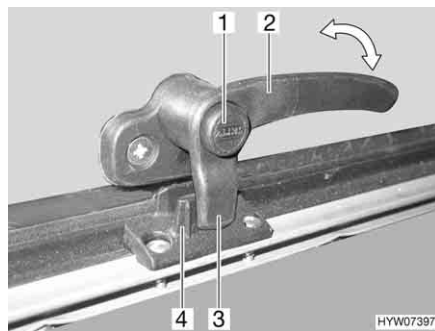
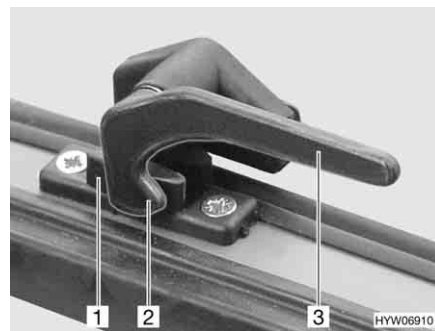

Bild 97 Låsarm med låsknapp i läget "stängd"
Bild 98 Låsarm i läget "stängd"
- Tryck på låsknappen (Bild 97, 1) om sådan finns och håll den nedtryckt.
- Sväng låsarmen (Bild 97,2 eller Bild 98,3) ett kvarts varv mot fönstrets mitt.
- Sväng låsarmen (Bild 97,2 eller Bild 98,3) ett kvarts varv mot fönsterkarmen. Låsspaken (Bild 97,3 eller Bild 98,2) på låsarmen sitter helt på fönsterlåsets insida (Bild 97,4 eller Bild 98,1).
- I läget "helt stängt" (Bild 97 och Bild 98)